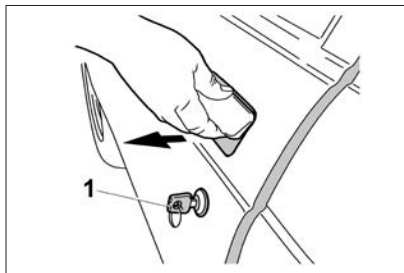
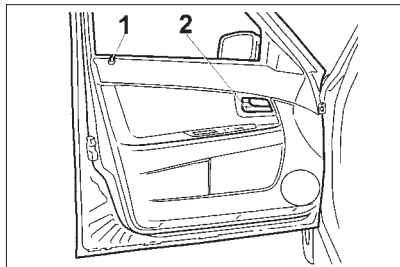

Рис. 4. Открывание двери
Рис. 6. Передняя левая дверь
Передние двери блокируются: снаружи – поворотом ключа 1 (рис. 4, 5) или нажатием кнопки блокировки  на пульте дистанционного управления; изнутри – нажатием на кнопку 1 (рис. 6, 7, 8) на обивке
- снаружи – за ручку в направлении стрелки (рис. 4, 5);
- изнутри – поворотом на себя рукоятки 2 (рис. 6, 7).